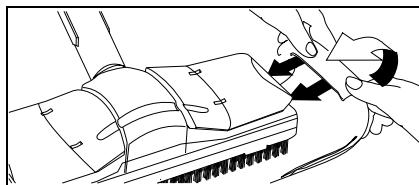

Fig. 10
- Fixați cârpa de șters (H3) pe duza de curățare a podelelor (H1). Pentru aceea sta, împăturiți cârpa de șters pe toată lungimea și așezați pe ea duza de curățare a podelelor. După aceea, trageți pe rând colțurile cârpei de șters, care ies în afară, și prindeți-le sub clemele de fixare (H2) (vezi fig. 10).